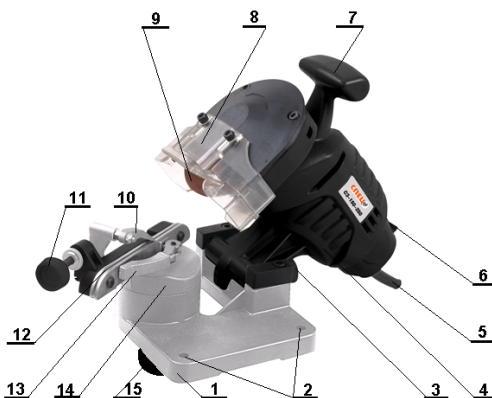

Рис.1
Станок состоит из следующих составных частей: основания, рабочего стола, эл.двигателя, рабочего вала, органов управления. Движение от электродвигателя-4, (см.рис.1) через редуктор передаётся рабочему валу с закреплённым на нём абразивным диском-9. Двигатель закреплён подвижно на основании-1 и имеет одну степень свободы по отношению к рабочему столу-13.
8.3. Ослабить фиксатор-15, см. рис.1, рабочего стола и повернуть рабочий стол относительно основания-1 на требуемый угол заточки. Для облегчения данной операции пользователю следует использовать шкалу, нанесённую внизу рабочего стола. Данные по углу заточки смотрите на заводской упаковке цепи. Для поперечного пиления чаще используют углы 25-35°, для продольного пиления 5-15°.